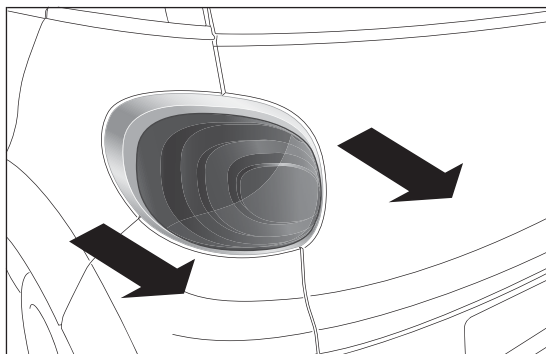

fig. 172
- déposer le groupe optique en l'extrayant avec deux mains dans le sens indiqué par la flèche fig. 172;